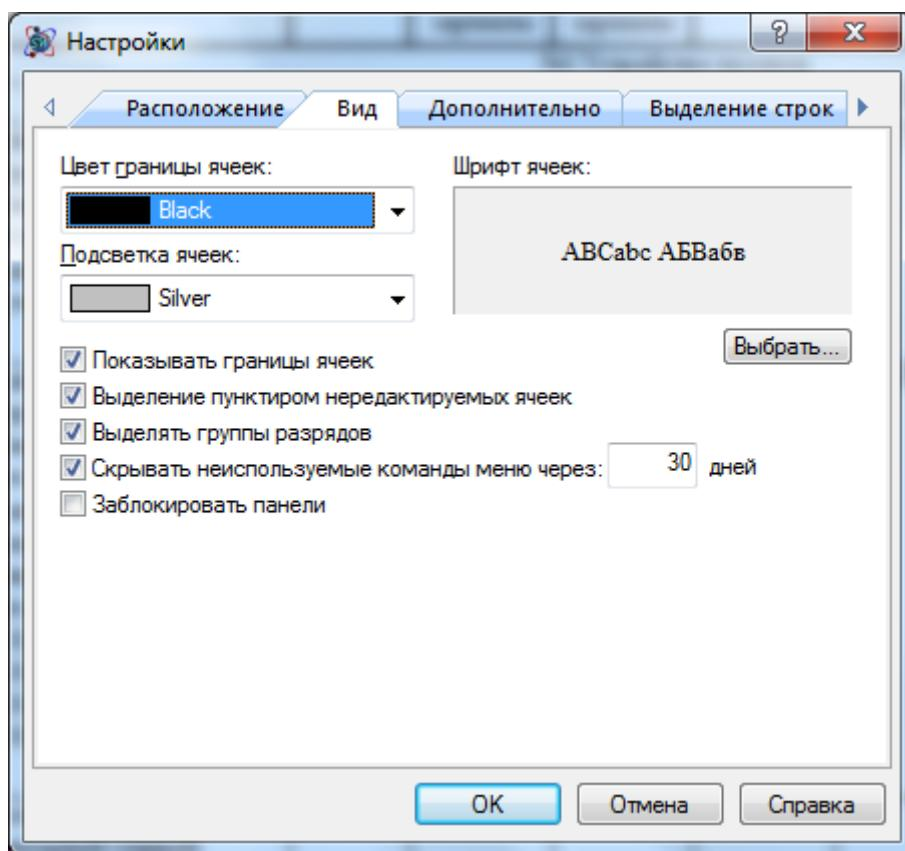

Рис. 6.13 Диалоговое окно *Настройки*, вкладка **Вид**
2. В открывшемся диалоговом окне *Настройки* перейти на вкладку **Вид** (рис. 6.13).